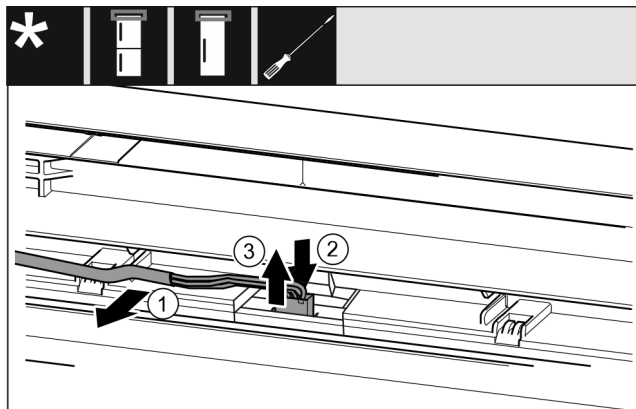

Fig. 10
- ▶ Oprezno odvojite sivi kabel iz vodilice u vratima. Fig. 10 (1)
- ▶ Pritisnite jezičak iza utikača prema natrag. Fig. 10 (2)
- ▶ Oprezno izvucite utikač prema gore. Fig. 10 (3)